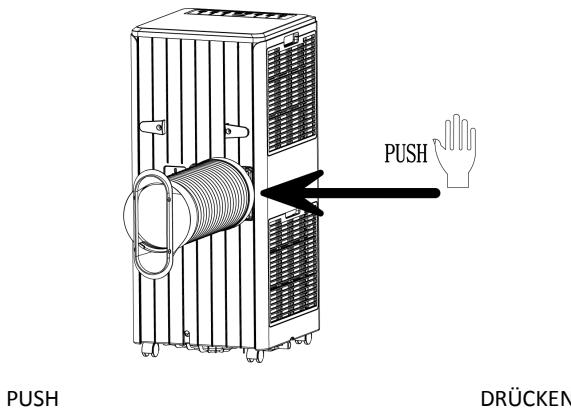

Abbildung 1
#### 1.1 Montage des Wärmerohrs (wie in Abb. 1 gezeigt)
2) Stecken Sie die Wärmerohreinheit (das Ende des Abluftrohranschlusses) in den Lüftungsschlitz an der Rückwand(nach links drücken) und schließen Sie die Montage ab(siehe Abb. 1).